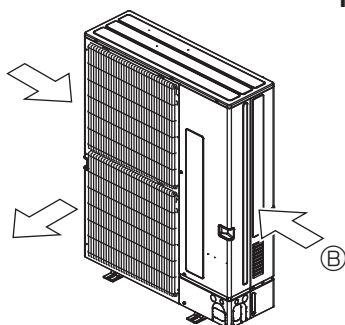

Fig. 2-4
- ③ Placer l'appareil de sorte que la sortie d'air souffle dans la direction perpendiculaire à celle des vents saisonniers, si celle-ci est connue. (Fig. 2-4)
- ⑤ Sens du vent